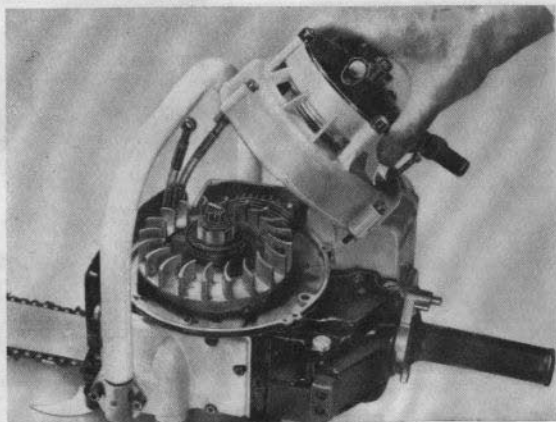

Fig 25.
ligger i stoppknappen eller dess ledning. För att komma åt att göra brytarspetsarna rena, lossa först fläktkåpan sex skruvar och lyft av kåpan, se fig 25. Tag sedan bort den gummiplatta på svänghjulet, som den instansade pilen pekar på. Gummiplattan tas bort genom att en skruvmejsel försiktigt stickes in under ena sidan. När plattan är borta, kan man göra brytarspetsarna rena, lämpligen med en linnelapp som är fuktad med acetone eller trikloretylen. Är kontaktytorna brända bör kontaktarna bytas. Det är viktigt att avståndet mellan brytarspetsarna i brutet läge är 0,4 mm. Detta kan kontrolleras med bladmättet, som finns med i verktygssatsen. Avståndet justeras genom att brytarkontakten, som är fäst med en spårskruv, vrids. Kontrollera enligt ovan att gnista erhålles.
1. Tag bort flätkåpan genom att lossa de sex skruvarna, se fig 25.